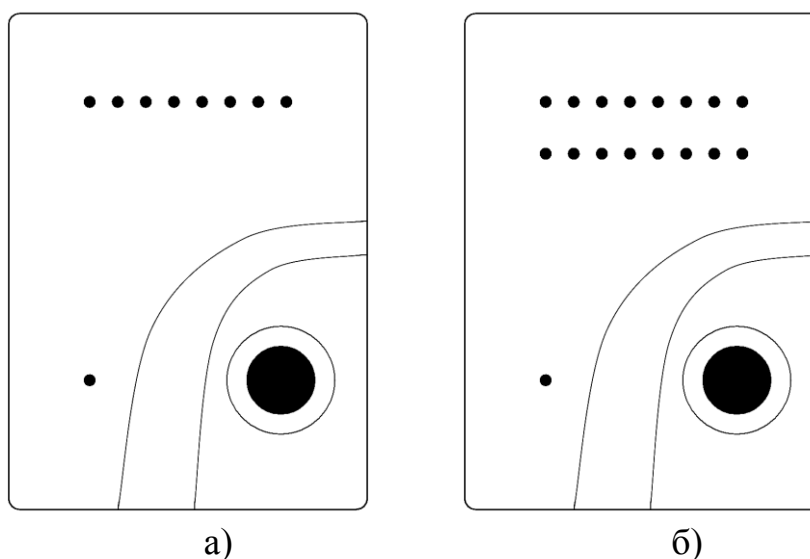

Рис.1. Внешний вид двух вариантов устройства Touch'Ok Plus.
- С индикацией 8-ми зон (рис. 1, а);
- С индикацией 16-ти зон (рис. 1, б).